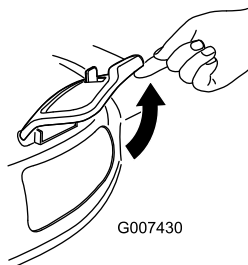

Figure 35
2. Lift open the side-discharge door (Figure 35).